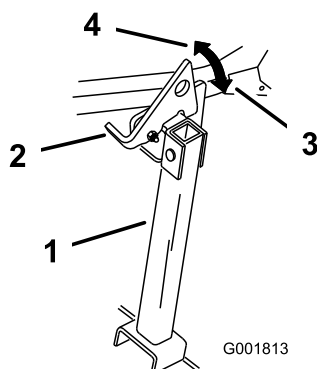

Bild 26
2. Heben Sie den Riegel in die entsicherte Stellung an (Bild 26).